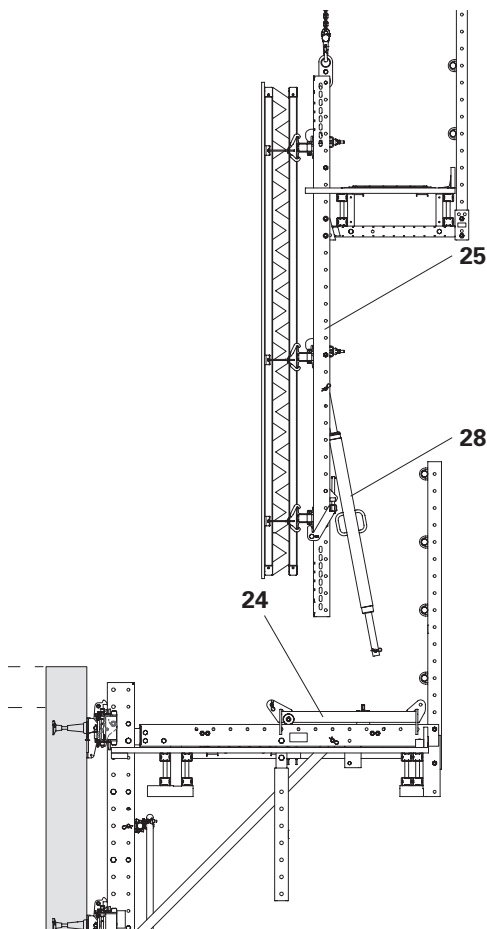

Fig. C3.04
3. Preparare la cassaforma e sposterla verso il gruppo mensola. (Fig. C3.04)